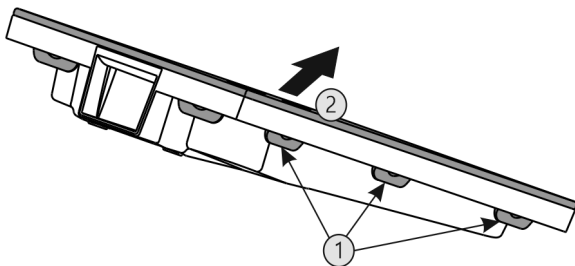

Fig. 75
- ▶ Appuyer sur toutes languettes Fig. 75 (1) l'une après l'autre et enlever le couvercle Fig. 75 (2).